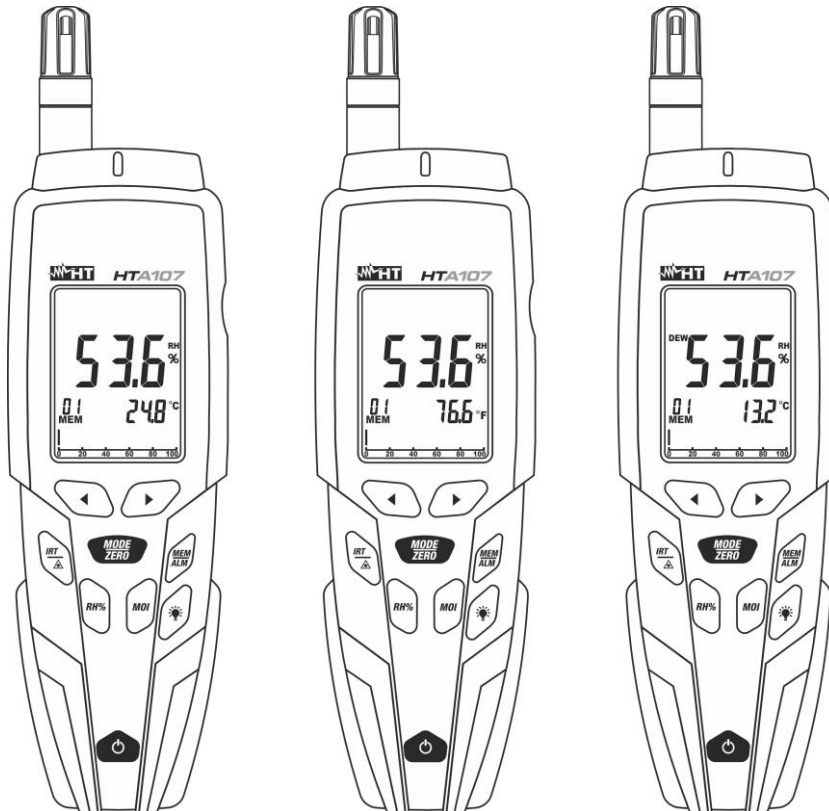

Fig. 7: Uso del instrumento para medida de la temperatura/humedad del aire
4. Pulse la tecla **MODE/ZERO** para seleccionar la medida de la temperatura de Rocío y de la humedad específica expresada en “g/kg” o “GPP” (ver el § 4.3.6). El valor de la temperatura de Rocío se muestra en el visualizador secundario (ver la Fig. 7 – parte derecha)